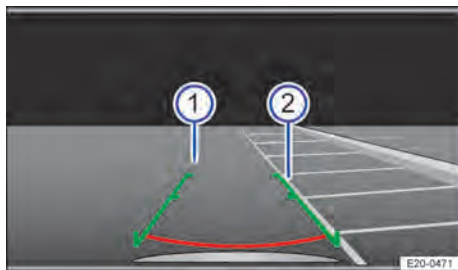

Fig. 121 Indicação na tela do sistema Infotainment: procurar uma vaga de estacionamento.
1. Posicionar o veículo na frente da vaga de estacionamento → Fig. 121 ②.